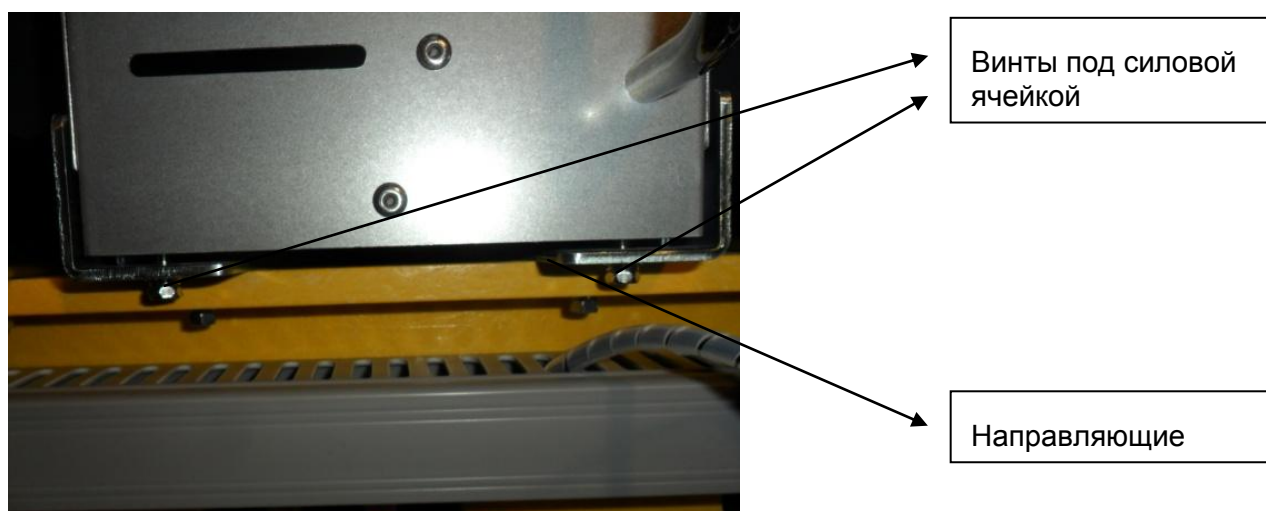

Рис. 10-16 Замена силовой ячейки – 2
- Накидным динамометрическим ключом M8 отверните винты под силовой ячейкой. Сохраните винты. Вытяните ячейку по направляющим и осторожно установите на временное место (Рис. 10-16).